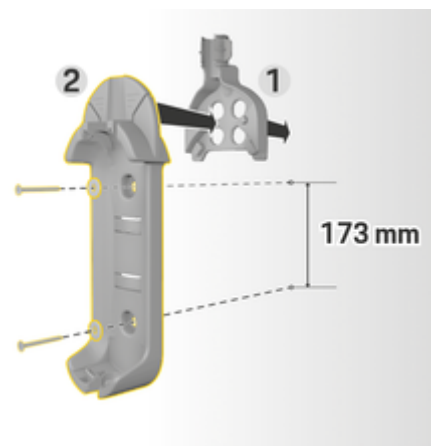

Fig. 3: Dimensões de perfuração
3. Pressione a base do suporte de parede **2** (Fig. 3) para a guia do cabo **1** (Fig. 3) na parte da frente.